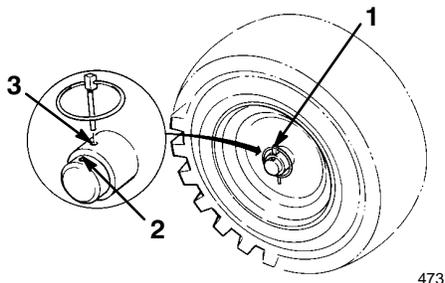

Abbildung 5
- Die Räder nach innen schieben und den Achszapfen durch die Bohrungen in der Radnabe und durch die **innere** Bohrung der Achse anbringen (Abb. 5).